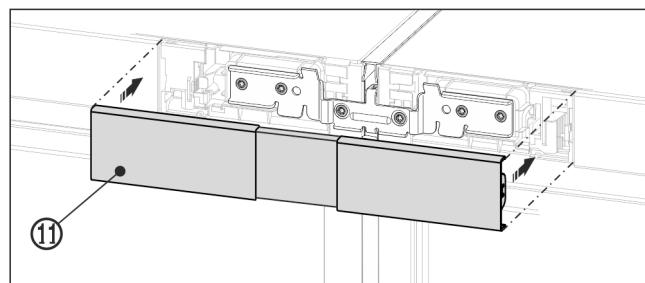

Fig. 23 Simbolična slika
- Zgornji pokrov Fig. 23 (11) namestite na še odprt vmesni prostor med obroboma upravljalnih elementov, tako da se zaskoči. Pazite pri tem, da se bodo zunanje strani pokrova lepo zlile z obema stranema.